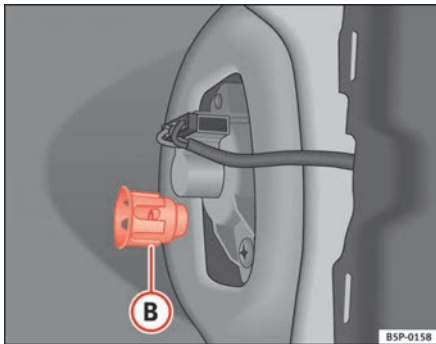

Abb. 185 Standlicht /
- Schrauben Sie die Kunststoffhalterung ⇒ Abb. 185 **B** der Rückleuchte heraus. Zum Herausdrehen kann ein eingesetzter Schraubenzieher in dieses Teil hilfreich sein.